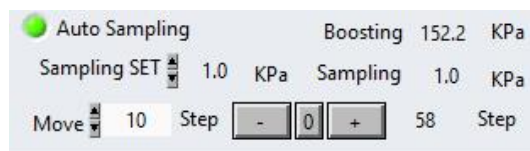

图 2-19 固定进样压力
- 3) 进样压力的设置：单击“+”提高 **Sampling** 压力，单击“-”降低 **Sampling** 压力。当位移超出-500~1500 的范围时需要点击中间的“0”进行归零，归零前需要将上样管 **Unload** 下来；在进行样品浓度检测时，如果需要固定进样压力，可以点击 **Auto Sampling** 左侧的绿色按钮开启固定进样压力，同时在 **Sampling SET** 右侧框内输入需要固定的压力值（如 1.0 kPa），如图 2-19 所示；**Boosting** 压力为固定值，不可调节。